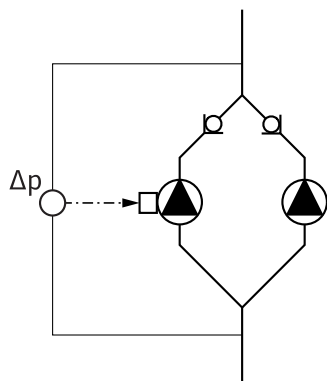

Fig. 13: Exempel, anslutning differens-trycksgivare
- I exemplet i Fig. 13 är masterpumpen den vänstra pumpen i flödesriktningen. På den pumpen ansluts differenstrycksgivaren. Mätpunkterna på masterpumpens differenstrycksgivare måste ligga i samlingsröret på sug- och trycksidan på tvillingpumpenläggningen (Fig. 13).